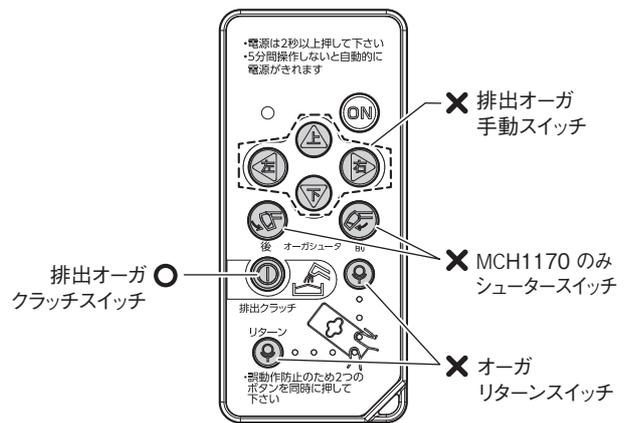

図 2-37
- 大豆直接排出キットを装着しているときは、リモコンオーガの一部機能が作動しなくなります。使用できないスイッチは、図 2-37の通りです。